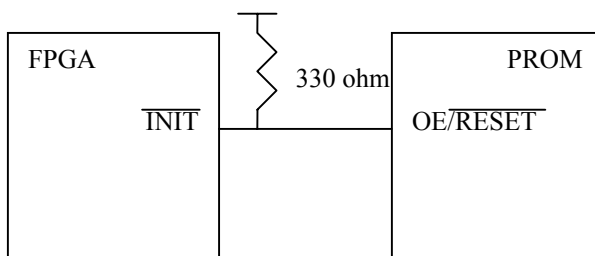

図 1 (新規デザインに推奨の抵抗値)
1. データシートの仕様に従い、4.7 Kohm (またはそれ以下) の外部抵抗を PROM の OE/RESET# ピンおよび FPGA の INIT ピンに接続してください。新規デザインの場合は、330 ohm の外部抵抗の使用を推奨します (図 1)。